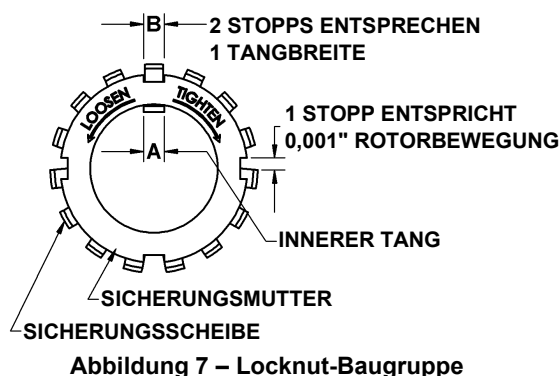

Abbildung 7 – Locknut-Baugruppe
Sicherungsmuttern ermöglichen es, dass die Scheibe gegen die Scheiben verschiebt (71), was zu Verschleiß führt. Siehe Abbildung 7.
- b. Ziehen Sie beide Sicherungsmuttern (24B) fest, um sicherzustellen, dass die Lager (24) unten in der Kopfvertiefung sitzen. NICHT zu festziehen, biegen oder abschneiden Sie den inneren Tang der Schlossscheiben.
- f. Ziehen Sie die gegenüberliegende Sicherungsmutter (24A) von Hand fest, bis sie fest am Lager sitzt (24). Dann zieht man mit einem Schraubenschlüssel die Mutter so weit wie ein Schlossscheibentang "B" fest. Ziehe knapp hinter dem gewünschten Zapf fest und ziehe dann die Mutter zurück, um den Zapfen mit dem Schlitz der Sicherungsmutter auszurichten. Sichern Sie die Mutter, indem Sie den ausgerichteten Sicherungszapfen in den Schlitz der Sicherungsmutter biegen. Die Pumpe sollte sich weiterhin frei drehen, wenn sie von Hand gedreht wird.
16. Überprüfen Sie die Fettdichtung (104) auf Verschleiß oder Schäden und ersetzen Sie sie bei Bedarf aus. Fetten Sie den Außendurchmesser der Fettdichtung und drücken Sie sie in die innere Lagerabdeckung (27) oder den Motoradapter (108) mit dem Rand der Dichtung nach innen (zur Pumpe hin).
17. Befestigen Sie eine neue Lagerdeckeldichtung (26) und die innere Lagerabdeckung (27) am Innenlagerkopf (20). Installiere die Außenlagerabdeckung (27A) und eine neue Dichtung am Außenbordkopf. Stelle sicher, dass die Schmierverschlüpf (76) an den Lagerabdeckungen zugänglich sind. Installieren und drehen Sie die Lagerdeckel-Schrauben (28) bis 8 lbs ft (10,8 Nm).
18. Bei am Flansch montierten Pumpen **ersetzt der Motoradapter** die innenliegende Lagerabdeckung (27). Um den **Motoradapter am Zylinderkopf zu befestigen**, wird eine neue Lagerdeckeldichtung (26) und die vier Befestigungsschrauben (28A) montiert.